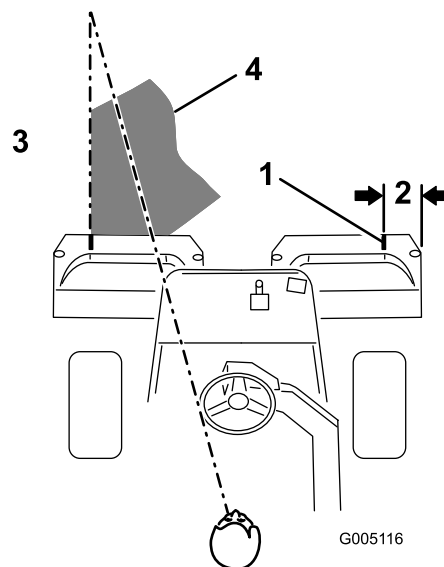

Figura 36
**Nota:** Per tosare in linea retta il green e mantenere la macchina alla medesima distanza dal bordo della falciatura precedente, immaginate una linea di collimazione che sporge circa 1,8–3 m davanti alla macchina e raggiunge il bordo della sezione di green da tosare (Figura 36). Potrebbe essere utile includere nella linea di collimazione il bordo esterno del volante, vale a dire, tenere allineato il bordo del volante con un punto che si trovi sempre alla stessa distanza dalla parte anteriore della macchina.